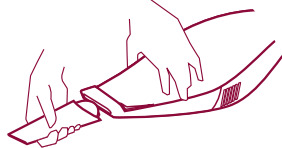

Fig. 7
- Om stof en vast materiaal uit moeilijk te bereiken spleten op te zuigen, moet het mondstuk E worden aangebracht. (fig. 7)